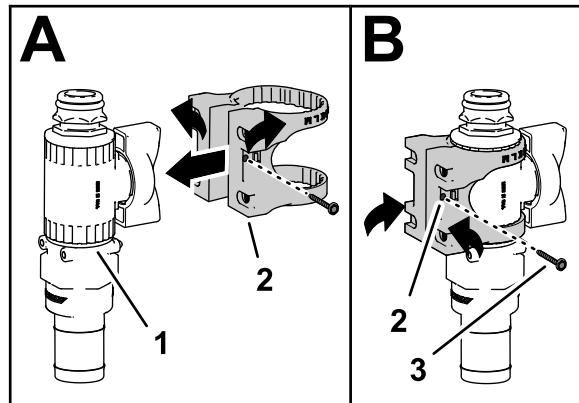

Figure 32
- Assemblez le support de vanne sur la vanne de commande, comme montré à la Figure 32.
- Fixez le support de montage sur la vanne de commande à l'aide d'une vis à embase (n° 6), puis serrez la vis à la main (B de Figure 32).